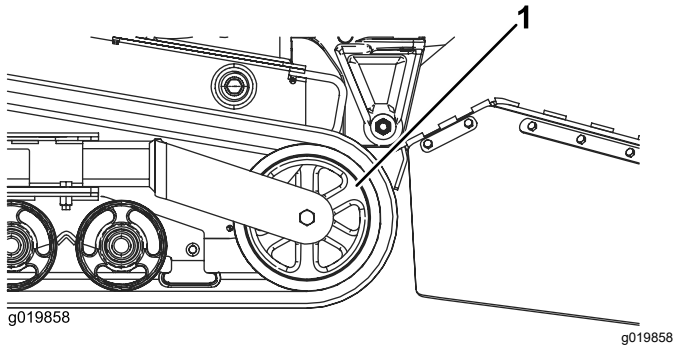

図 47
5. テンショニングホイールを機体後方に向けて押し一杯まで移動させる 図 47。
7. テンショニングホイールから外れたら、機体から取り出す 図 47。